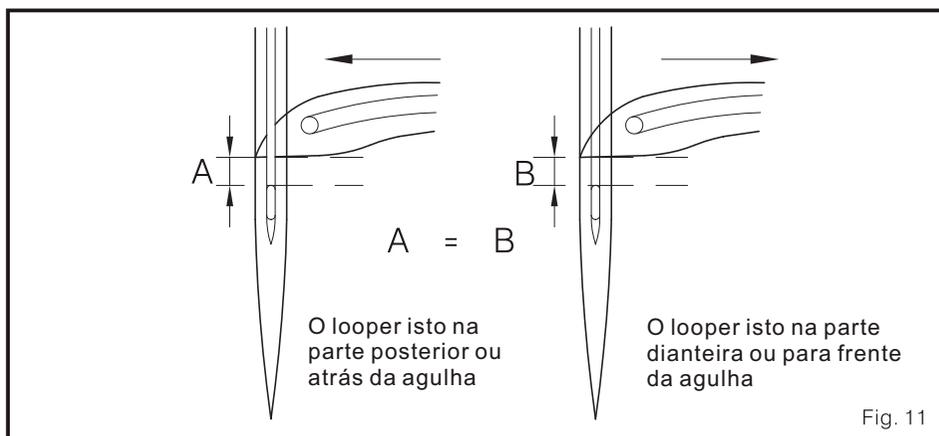

Fig. 11
3. a relação de ritmo correto é quando a gorjeta do looper achar o buraco da agulha. A relação de ritmo correto é quando a distância A, da gorjeta do looper para a borda superior da casa de botão de agulha, quando o looper se mover então à esquerda de direito a logo à borda esquerda na parte posterior da agulha, é semelhante à distância B. que é da gorjeta do looper para a borda superior da casa de botão de agulha, quando o looper move à direita e então à esquerda do lado morto esquerdo borda na parte dianteira da agulha. (Fig. 11)